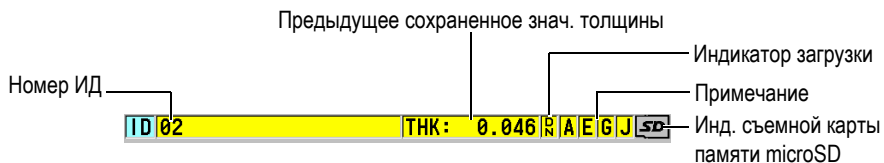

Рис. 3-2 Поле ИД
Поле ИД, расположенное в верхней части экрана измерений, содержит ИД по текущему положению показания толщины, предыдущее сохраненное значение и комментарий-примечание (см. Рис. 3-2 на стр. 46). Индикатор загрузки (R) появляется, если предыдущее сохраненное значение толщины взято из файла, а не является новым полученным значением.